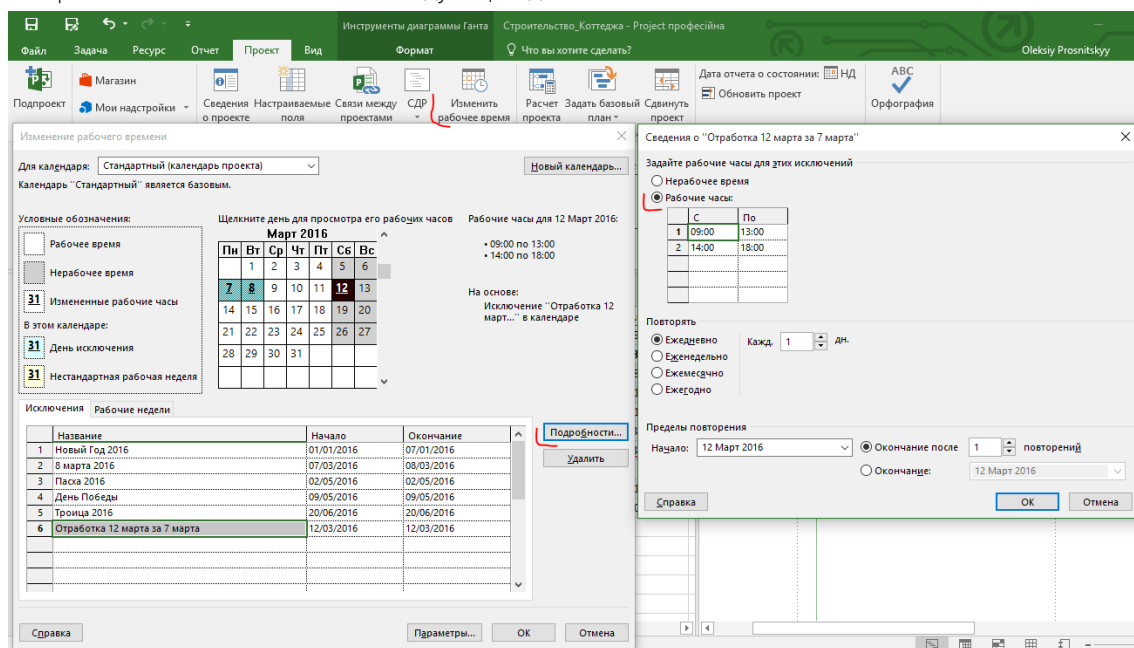

Рисунок 4.9 – Исключение для работы в выходной день
- Данное исключение необходимо чтобы показать, как моделируются работы в выходные дни (см. ниже Рисунок 4.9).